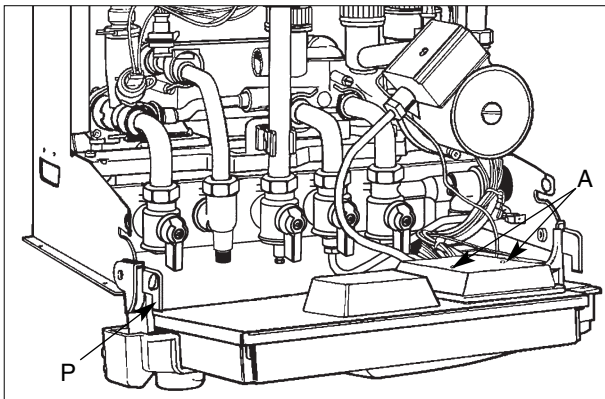

Fig. 11
- Dévisser les deux vis **A** (fig.11) de fixation du capot de protection, ôter le capot.